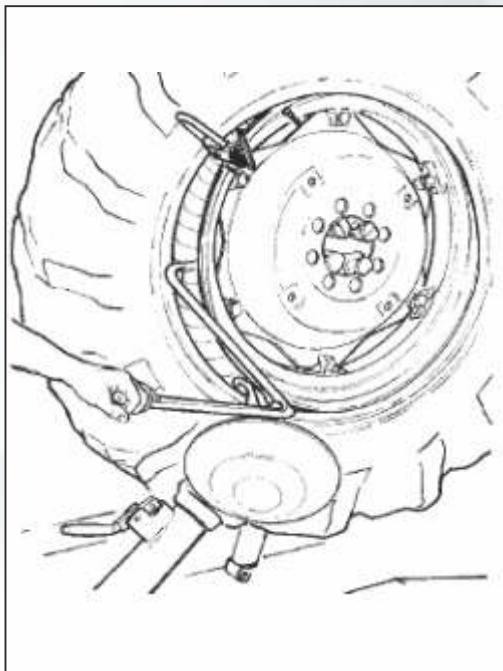

Рисунок 28
- 23) Понемногу поворачивайте зажимное устройство по часовой стрелке до тех пор, пока вы не сможете вставить рычаг отжимного ролика на его место в съемном рычаге (см. рис.28). Этот рычаг поставляется по просьбе заказчика.